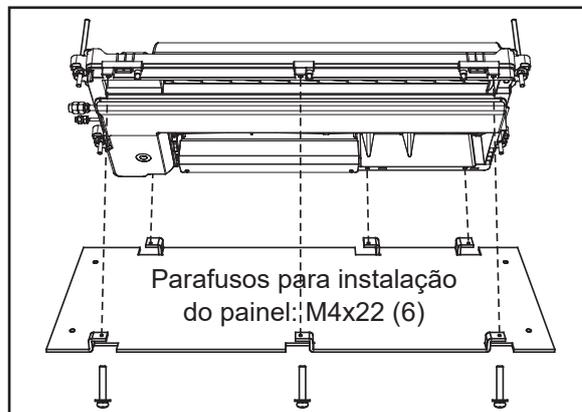

FIG. 13
- Coloque o gabarito na parte inferior da unidade interna com os parafusos usados para fixar a placa (Fig. 13).